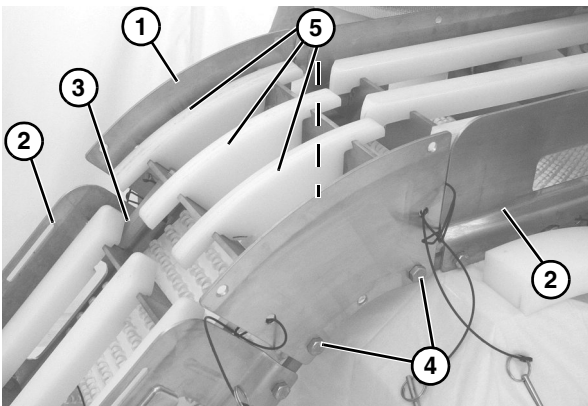

**Abbildung 5**
3. Verbinden Sie die Rahmenabschnitte, indem Sie die Sechskantpfosten-Steckleisten (**Abbildung 5, item 1**) mit den Rahmenabschnitten verbolzen.